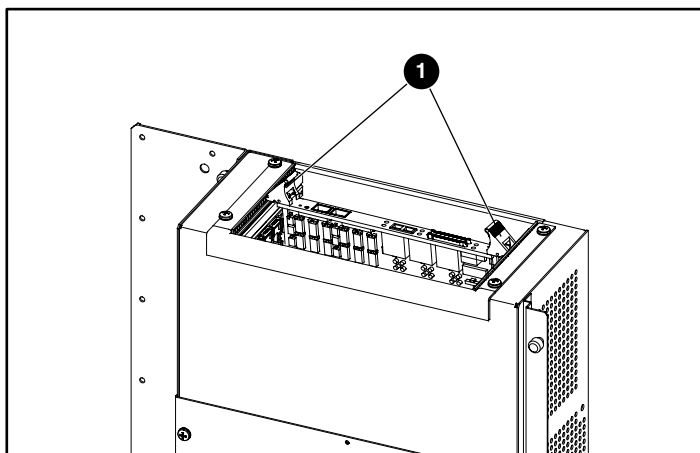

Figura 12: Inserimento dell'NSR
- ❶ Connettore RJ-11 seriale/connettore RJ-45 Ethernet
- ❷ Connettore FC/LC
- ❸ Connettori VHDCI SCSI
- ❹ Alloggiamento di espansione
- ❺ Slot A
7. Premere delicatamente sull'NSR finché la scheda router non è inserita correttamente nel connettore sul bordo e le levette di espulsione non si bloccano in posizione (vedere la Figura 12).